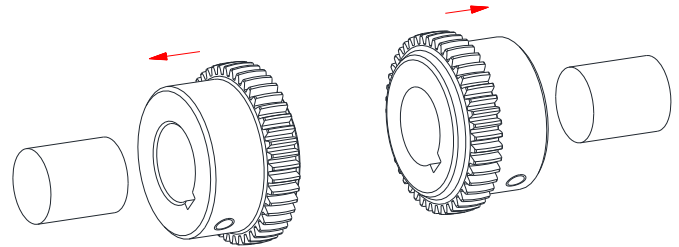

Bild 12: Montage der Naben
- Montieren Sie die Naben auf die Welle der An- und Abtriebsseite (siehe Bild 12).